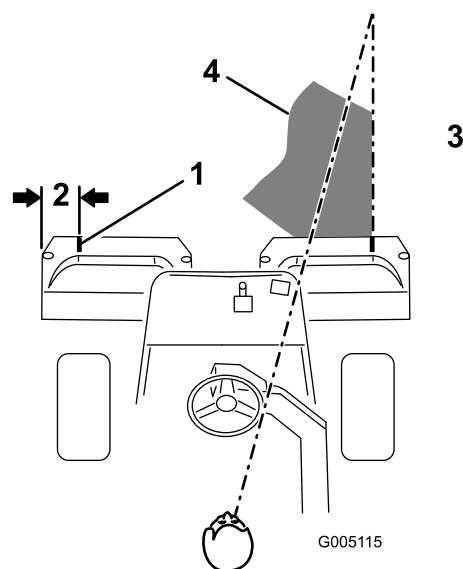
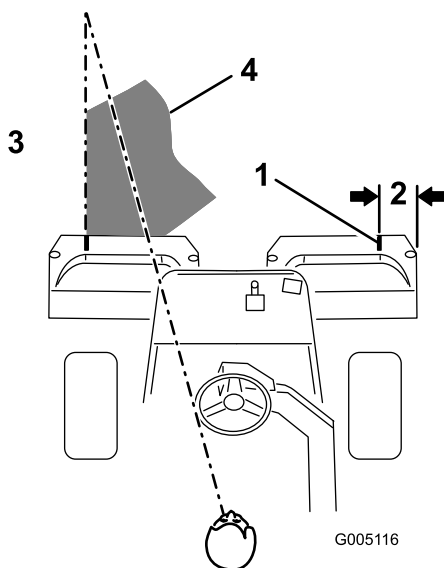

Figura 39
Figura 40
2. Coloque uma fita branca ou pinte um tira em cada um dos cestos, paralelamente à extremidade exterior de cada cesto (Figura 39).
3. Sobreponha uma quantidade mínima com o corte anterior nas passagens adicionais. Para cortar em linha recta ao longo do relvado e de modo a conseguir manter uma distância equitativa entre a extremidade da zona de corte anterior, estabeleça uma linha imaginária de aproximadamente 1,8 a 3 metros à frente da máquina até a extremidade da zona por cortar (Figura 39 e Figura 40). Alguns utilizadores acham útil incluir a borda exterior da roda motriz na linha imaginária; por exemplo, mantenha a extremidade da roda motriz alinhada com um ponto que se mantém sempre à mesma distância da dianteira da máquina (Figura 39 e Figura 40).